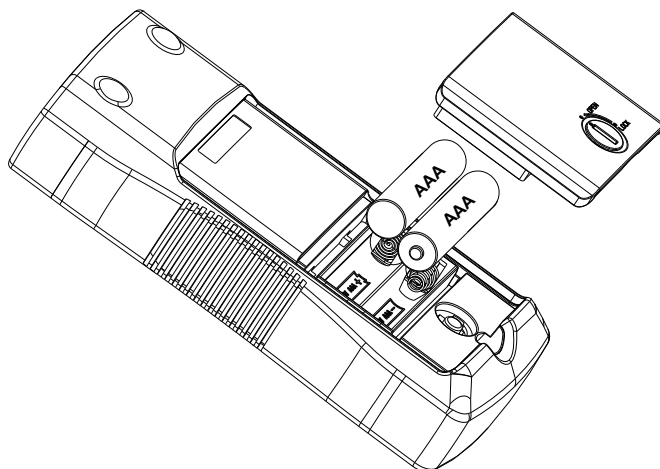

Fig. 5.2: Sådan skifter du senderens batterier
4. Udskift batterierne som vist i fig. 5.2. Vend batterierne korrekt som vist i batterirummet.